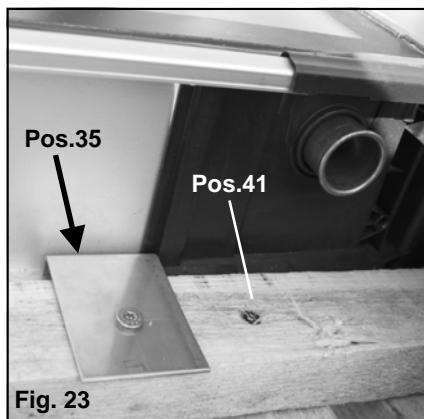

Fig. 23
- Avvitare il collettore superiore sinistro al supporto del collettore V2A nella zona inferiore; avvitare per 60 cm la piastra di fissaggio angolare da 90° (Pos. 35) sul listello del tetto (Pos. 41 di Fig. 23)